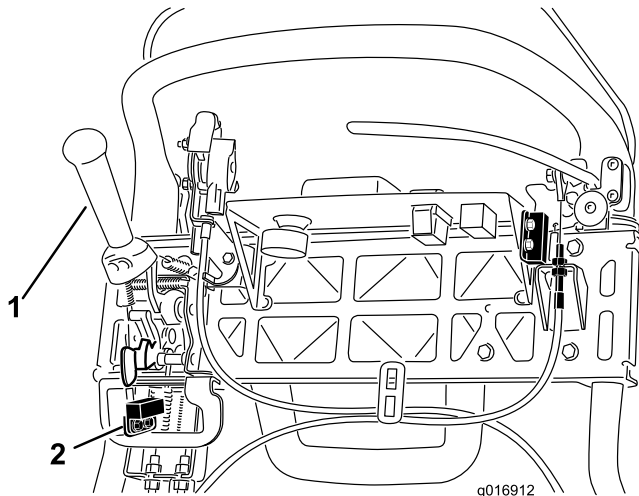

Figura 38
4. Afloje las fijaciones de montaje del interruptor de seguridad (Figura 38).
5. Coloque un suplemento de 1,6 mm de grosor entre la palanca de tracción y el interruptor de seguridad (Figura 38).